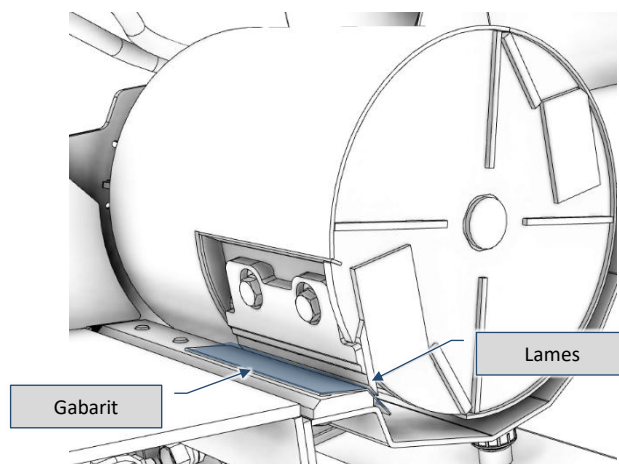
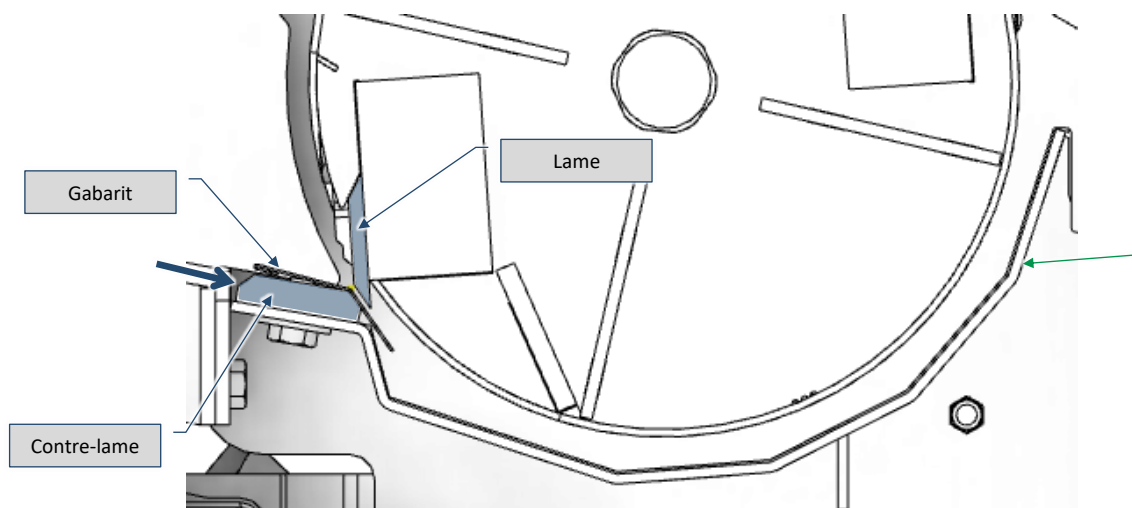

Fig. 9-35 – Détail position du gabarit (vue en coupe)
Fig. 9-36 – Détail du réglage de la contre-lame (vue en coupe)
- 11) Déplacez la contre-lame vers la lame, de manière à ce que la cale touche à la fois la lame et la contre-lame (Fig. 9-35 et Fig. 9-36);